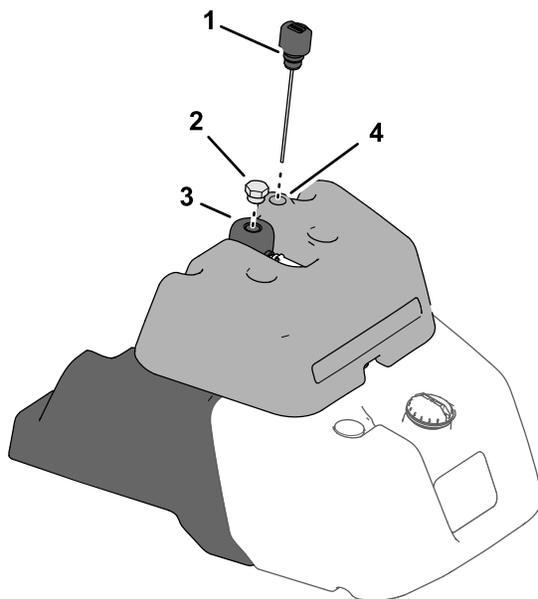

图34
- 如果油箱顶部没有燃油油位计请找到泄漏检测油箱顶部液压系统的量油尺 图34 然后转至步骤 3。